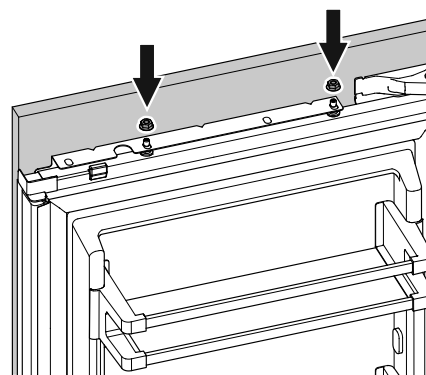

Figure 29
8. Ouvrir la porte du réfrigérateur et accrocher le panneau sur les boulons d'ajustement (Figure 29).
9. Visser les écrous hexagonaux sur les boulons d'ajustement et les serrer à la main provisoirement (Figure 29).